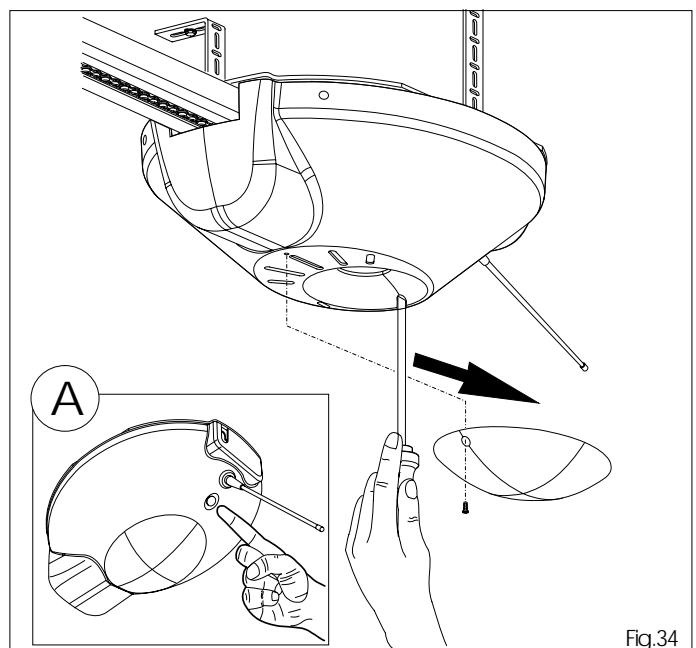

Fig.34
Fare slittare la plafoniera nel verso indicato dalla freccia (fig.34).
**ATTENZIONE: Qualora durante la fase di setup premendo il pulsante di OPEN (vedi fig.34 rif. A) l'operatore non effettui nessun movimento, accertarsi del corretto posizionamento del carter.**